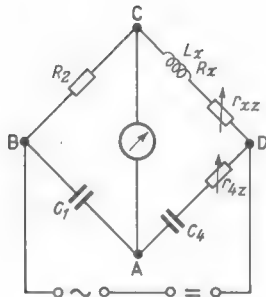
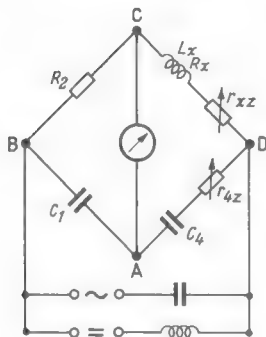

Bild 4.
Bild 4a.
Owen-Brücke, Wechselspannungsquelle und Anzeige-Instrument gegenüber Bild 4a vertauscht. Die Drossel vor der Gleichspannungsquelle verhindert den Kurzschluß des Null-Instrumentes für die Meßwechselspannung
1. Owen-Brücke (Bild 4)
In Bild 4 sind beide Spannungsquellen in Reihe geschaltet. In Bild 4a liegen beide Spannungsquellen parallel. Hierbei müssen sie durch entsprechende Schaltglieder (Drossel, Kondensator) vor dem Eindringen der anderen Stromart geschützt werden.